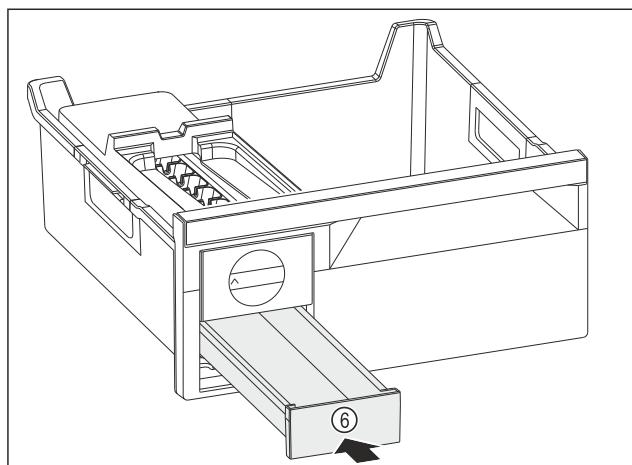

Fig. 92
- Встановіть форму для льоду Fig. 92 (6).